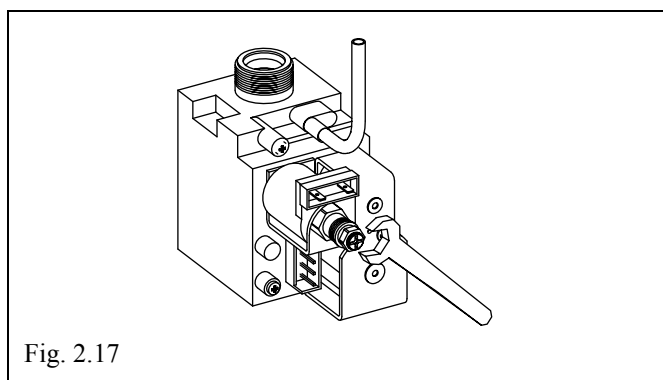

Fig. 2.17
- con una chiave a forchetta CH10 agire sul dado di regolazione della massima potenza (FIG. 2.17) per ottenere il valore indicato in *APPENDICE D - TABELLA PRESSIONI GAS, PAG. 95*.